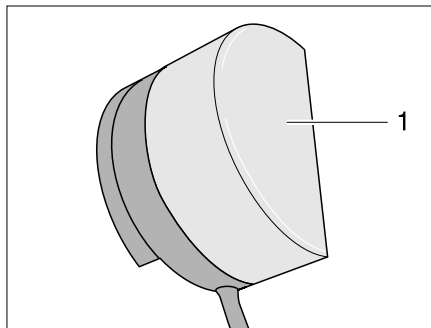

Bild 184 Kleiderschrankleuchte
- Leuchtenabdeckung (Bild 184,1) leicht zusammendrücken und abnehmen.